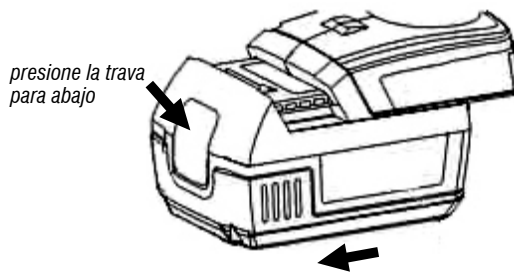

Fig. 2 – Retirando la batería
2. Para retirar la batería presione la traba y en seguida puje la batería según muestran la Fig. 2;